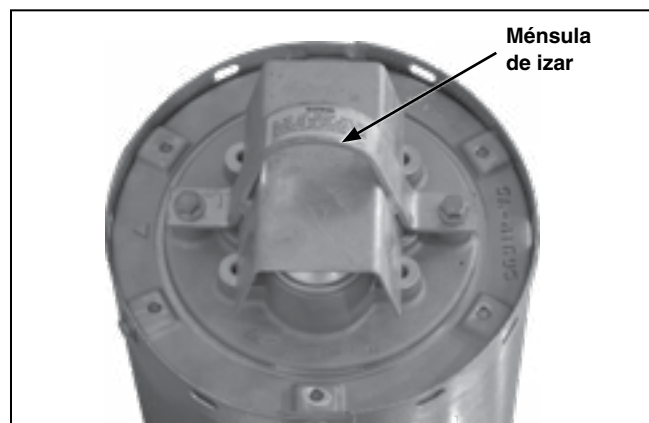

Figura 18. Remueva la ménsula de izar de la cámara interruptiva.
PASO 5. Remueva la ménsula de izar de la cámara interruptiva y el hardware asociado de acero inoxidable de $\frac{1}{2}$ pulgada de la parte superior de la cámara interruptiva. Ver Figura 18. Descarte la ménsula de izar pero conserve el hardware.